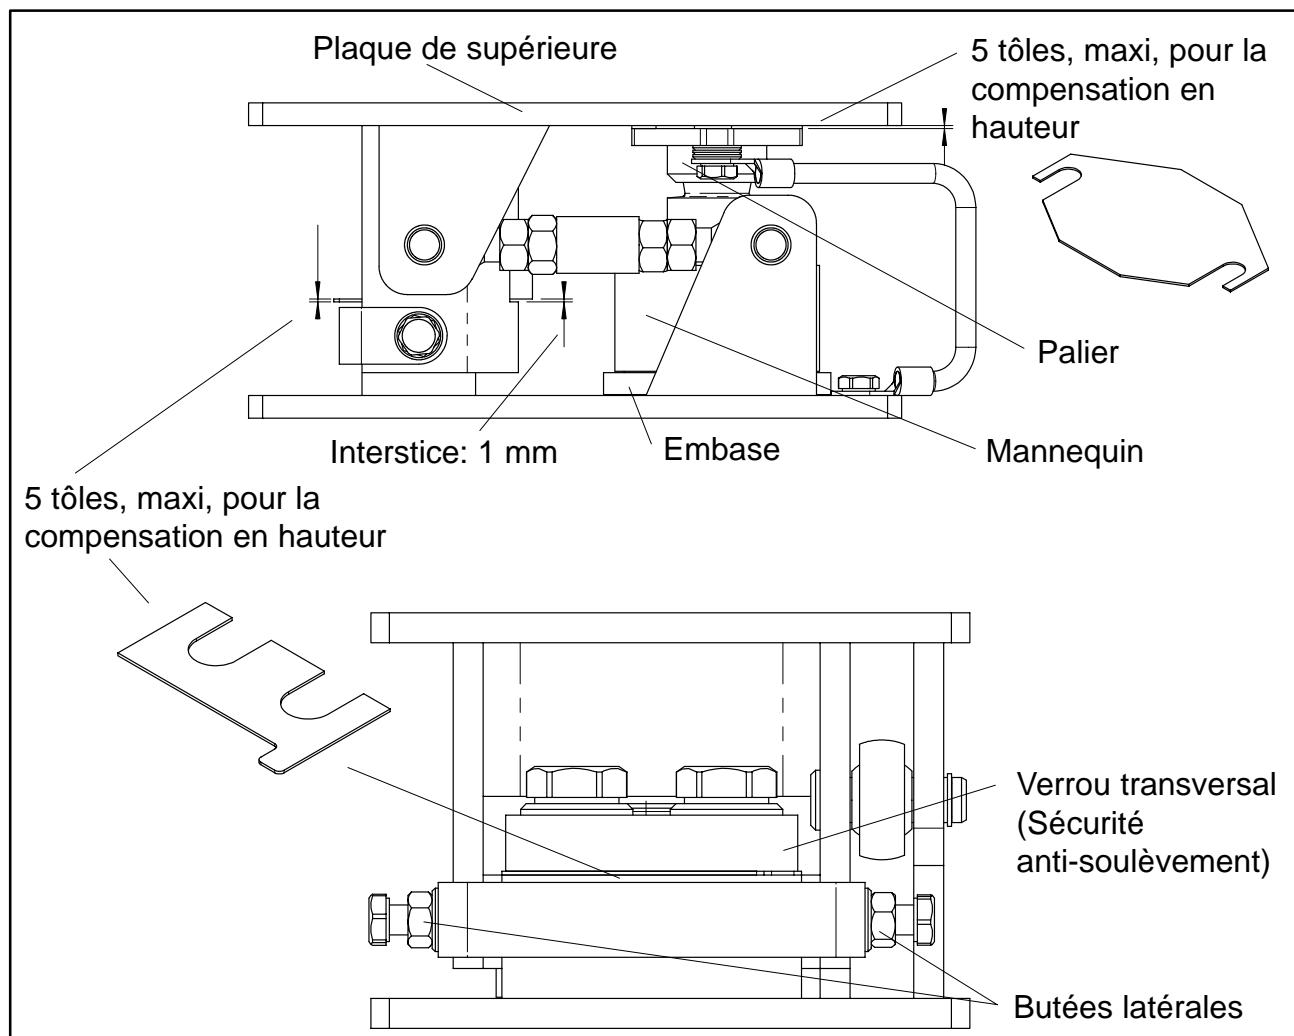

Fig. 2.1: Montage des tôles de compensation avec la version 5 t
Montage de pesons de capacité maxi jusqu'à 5 t (voir Fig. 2.1):
- Remettre la sécurité anti-soulèvement en place et l'ajuster en intercalant des tôles afin qu'un jeu d'environ 1 mm se produit (voir Fig. 2.1) à réservoir vide.